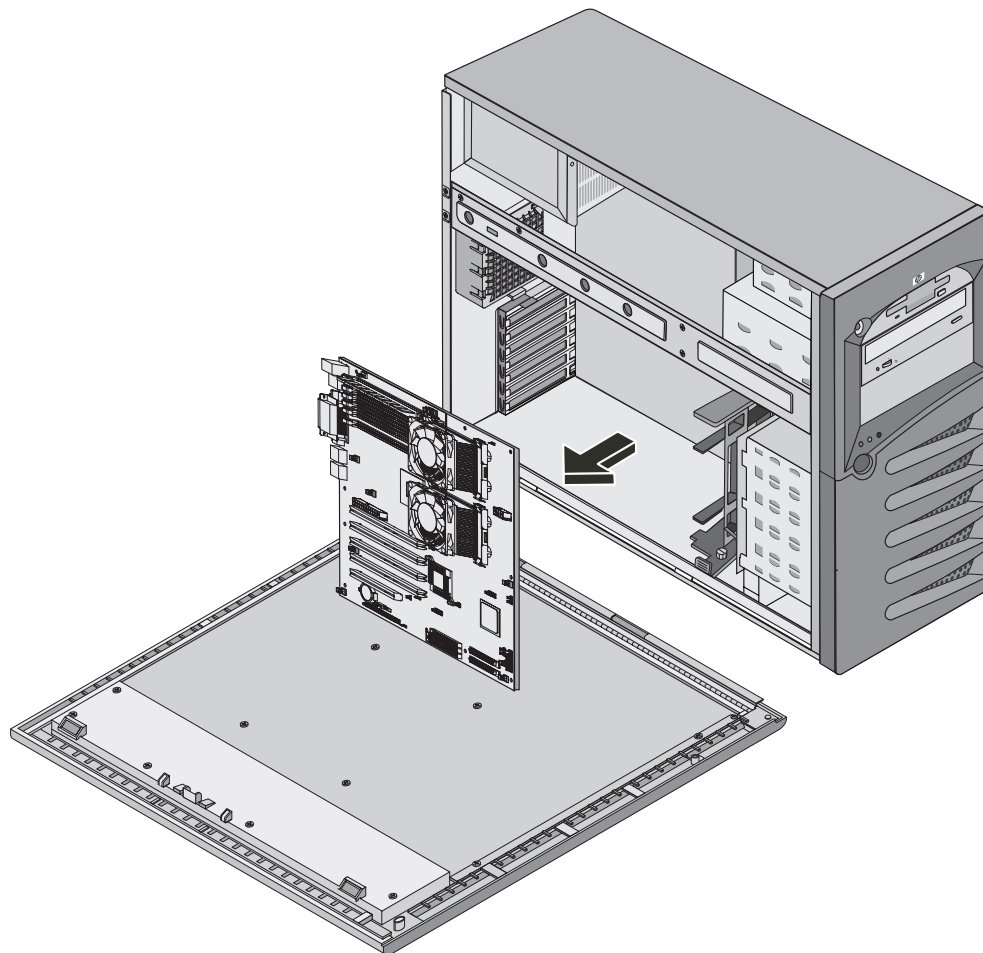

Figura 5-4: Extracción de la placa del sistema
12. Deslice la placa del sistema hacia delante y, a continuación, levante la placa hacia arriba hasta extraerla del chasis. Consulte la figura 5-4.